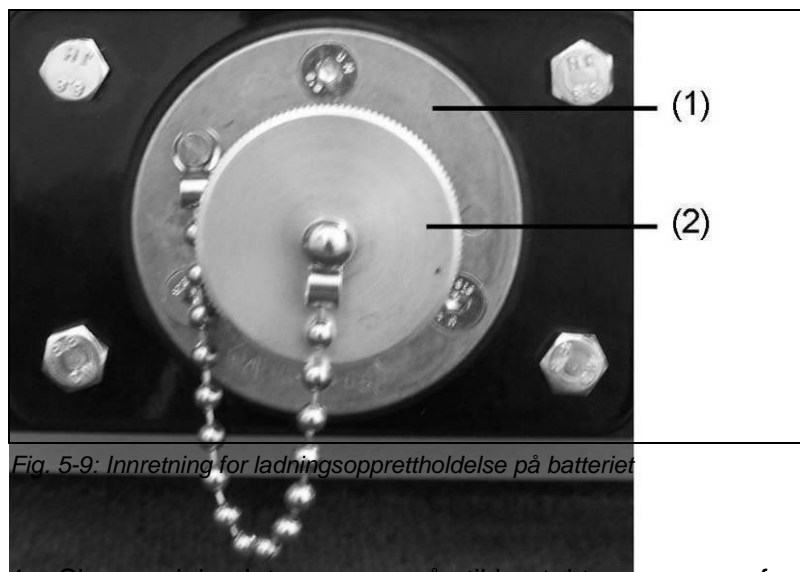

Fig. 5-9: Innretning for ladningsopprettholdelse på batteriet
1. Skru av dekselet (fig.5-9 (2)) på stikkontakten (Fig. 5--(1)) for ladningsopprettholdelse på startbatteriet.
2. Skru på beskyttelseshetten (Fig. 5-9(2)) på stikkontakten for innretningen for ladningsopprettholdelse.